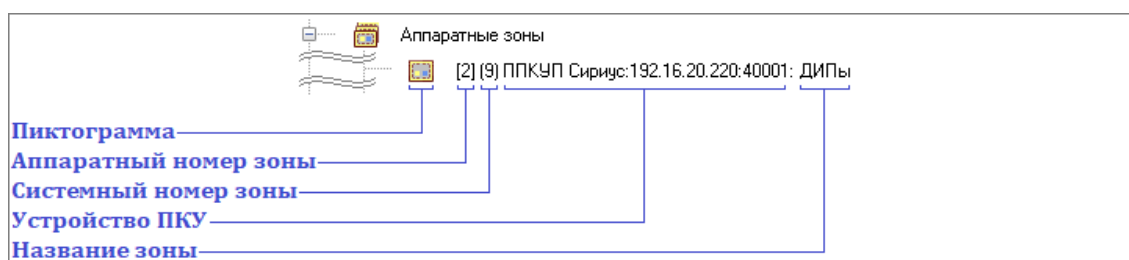

Рисунок 6-291 Отображение объекта "Аппаратная зона" в дереве зон как принадлежащего узлу "Аппаратные зоны"
- узлу «Аппаратные зоны» (см. Рисунок 6-291),